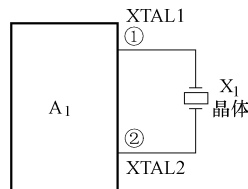

图 16-19 外接振荡元件引脚电路之六
6) 电路之六。如图 16-19 所示是外接振荡元件引脚电路之六。这是另一种形式的电路，该电路的特点是电路中没有电容  $C_1$  和  $C_2$ 。